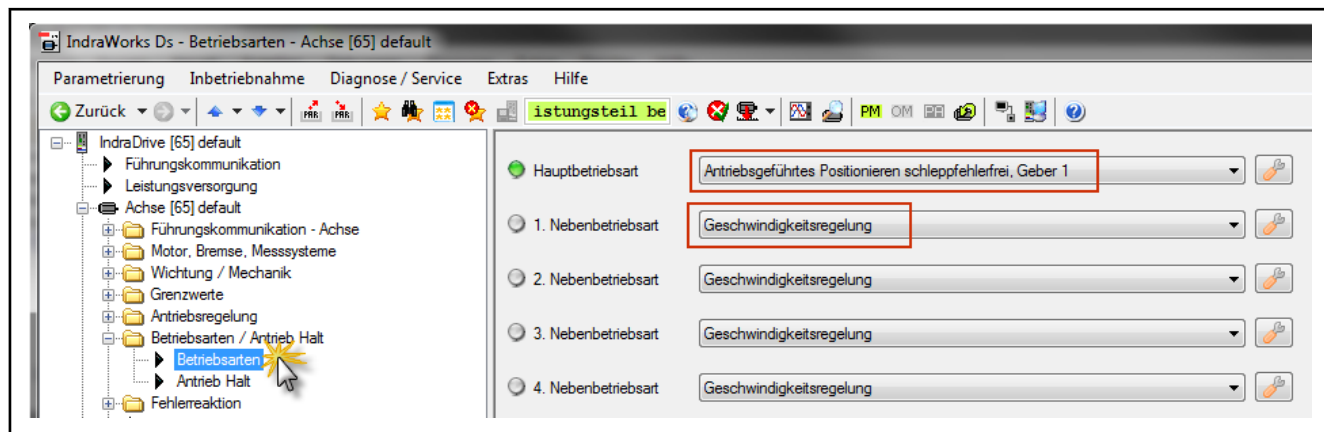

Abb. 6-119: Parametrierung der Betriebsarten mit IndraWorks Ds
3. Im IndraWorks Ds Betriebsarten parametrieren wie in Abb. 6-119 "Parametrierung der Betriebsarten mit IndraWorks Ds" auf Seite 526 gezeigt.